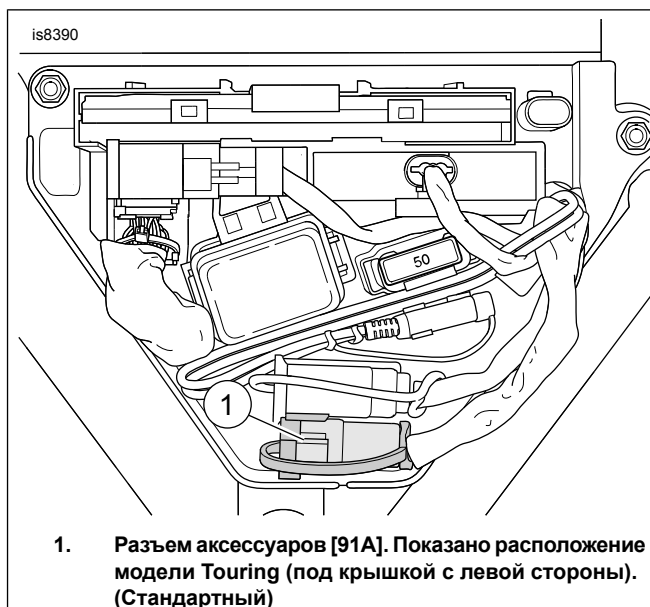

Рисунок 2. Разъем вспомогательного оборудования
9. См. Таблица 1 и Рисунок 2 . Найдите аксессуар/разъем канала передачи данных [91A].